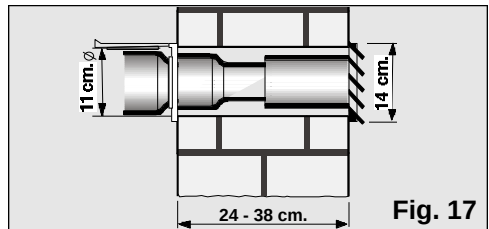

Fig. 17
- ☐ Para expulsar o ar quente através da parede é preciso efectuar um buraco na mesma para colocar o isolador de passagem. **Fig. 17.**